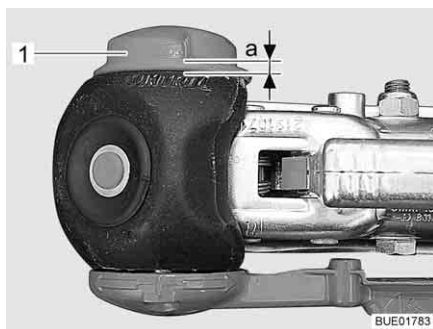

Fig. 208 Contrôle d'usure
- Tourner la molette de réglage (Fig. 208,1) vers la position de fermeture jusqu'à ce que vous ressentiez et entendiez le grincement du limiteur de couple. Sens de la rotation : dans le sens des aiguilles d'une montre.
- Distance $a > 0$ (Fig. 208) : Usure à l'intérieur de la zone autorisée.